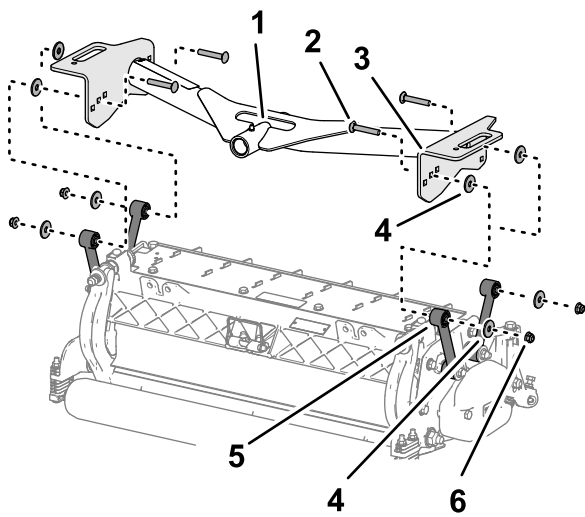

Figura 17
1. Aliniați orificiile din plăcile cadrului de susinere față cu orificiile din plăcile de montare ale unității de tăiere (Figura 17).
- Aliniați o aibă între placa de susinere și articulaie (Figura 17) și asamblați lejer plăcile și distanțierul cu un urub de fixare ( $\frac{3}{8}$  x 2  $\frac{1}{4}$ "), aibă și contrapiuliă cu guler ( $\frac{3}{8}$ ").